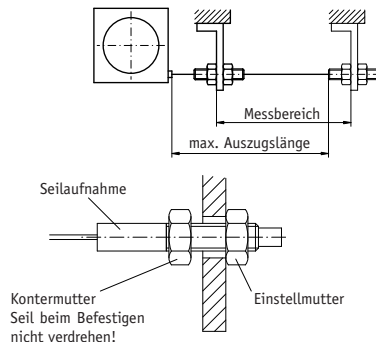

Abb. 2: Prüfung Auszugslänge
- Nach der Befestigung des Seilzuggebers ist die maximale Auszugslänge zu prüfen (siehe Abb. 2). Das Seilabschluss-Stück (Seilaufnahme, Kontermutter und Einstellmutter) bzw. das Seil muss dazu bis an die vorgesehene Befestigungsstelle ausgezogen werden. Das Seil darf dabei nicht verdreht werden.
Das Seil muss lotrecht zum Seilausgang geführt werden (siehe Abb. 2).